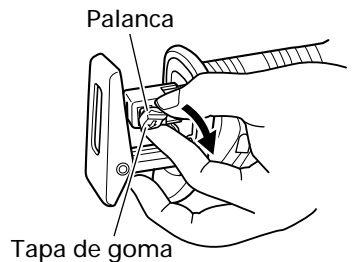

Fig. 13
- Si utilizara la herramienta sin haber realizado la limpieza y la lubricación del área en que se instala la hoja de sierra, el movimiento de la palanca podría volverse lento debido a la acumulación de partículas de polvo y aserrín. En tal caso, tire de la tapa de goma provista en la palanca en la dirección de la flecha tal como se muestra en la Fig. 13 y extraiga la tapa de goma de la palanca. Luego, limpie el interior del sujetador de la hoja con aire, etc., y lubrique suficientemente. Compruebe que la tapa de goma esté correctamente instalada y que esté presionada firmemente sobre la palanca. En este momento, asegúrese de que no haya ninguna holgura entre el sujetador de la hoja y la tapa de goma, y compruebe que el área de instalación de la hoja de sierra pueda funcionar suavemente.